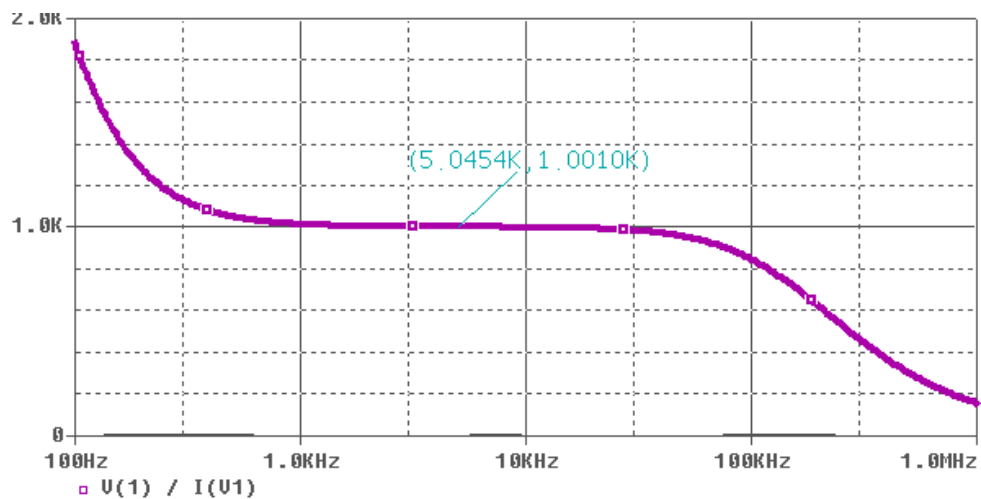

Рис.8. Зависимость входного сопротивления от частоты
- Построить (**Trace – Add** или пиктограмма ) график зависимости входного сопротивления от частоты. Это можно сделать, записав в командной строке окна **Trace Expression** выражение: $V(1)/I(V1)$ (см. рис.8).